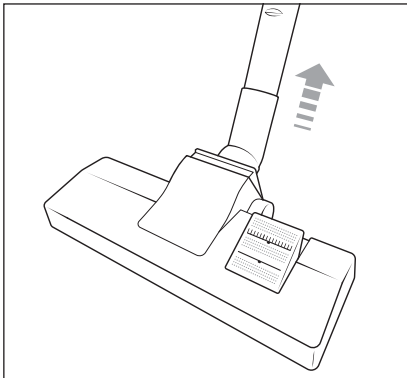

Bild 7
- ◆ För att ta bort golvborsten **14** från teleskopsugröret **15** drar du loss teleskopsugröret **15** från golvborsten **14** (se bild 7).